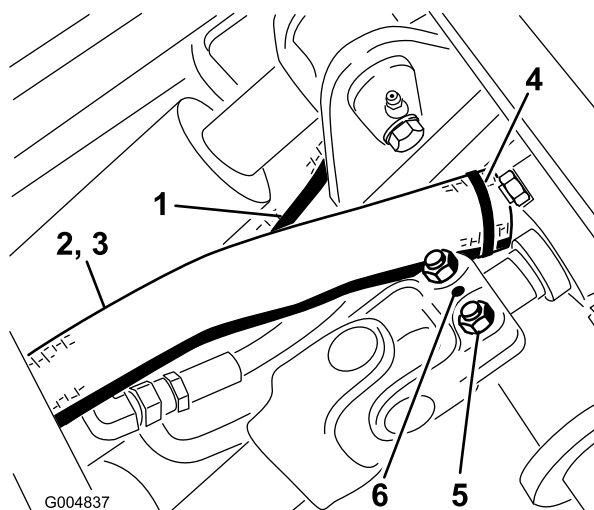

Figura 20
6. Conecte el árbol de transmisión al eje de la caja de engranajes del bastidor de invierno, y apriete los pernos (5/16 pulgada) a 20–25 Nm (175–225 pulgadas-libra). Instale el pasador cilíndrico (Figura 20).